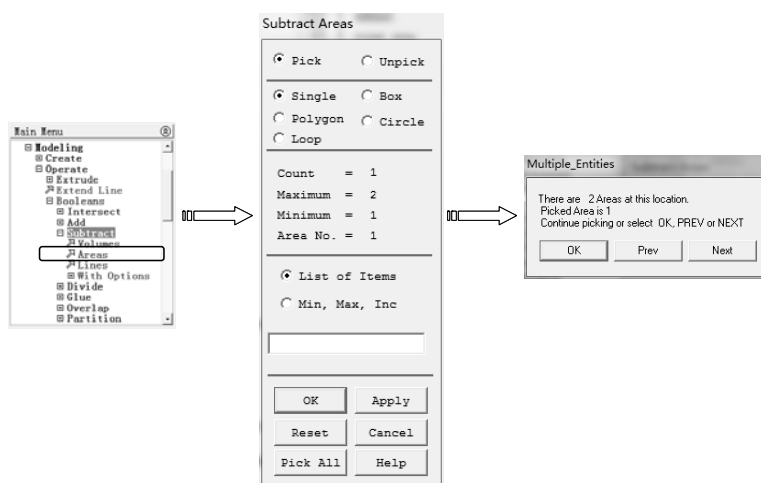

图 6-21 选择矩形
3) 选择“Main Menu>Preprocessor>Modeling>Operate>Subtract>Areas”命令，弹出“Subtract Areas”对话框，用鼠标左键单击矩形，弹出“Multiple_Entities”对话框，单击“OK”按钮选中矩形，如图 6-21 所示。